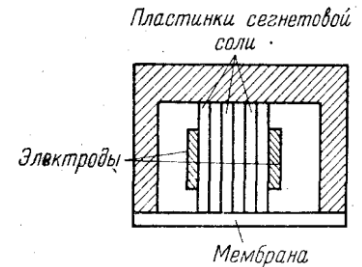

Рис. 6.4. Схема устройства пьезоэлектрического приемника звука.
3. Пьезоэлектрический приемник звука состоит из мембраны, на внутренней которой набирается столбик из тонких кристаллических пластинок. Между пластинками прокладываются электроды из тонкой металлической фольги (рис. 6.4). Какие из пластинок сегнетовой соли — 45° X-среза или 45° Y-среза — обладают большей чувствительностью в качестве приемников?